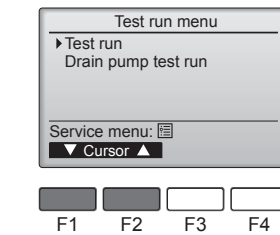

Fig. 6-4
④ [F1] veya [F2] düğmesi ile "Test run" (Çalışma testi) ögesini seçin ve ✓ düğmesine basın. (Fig. 6-4)